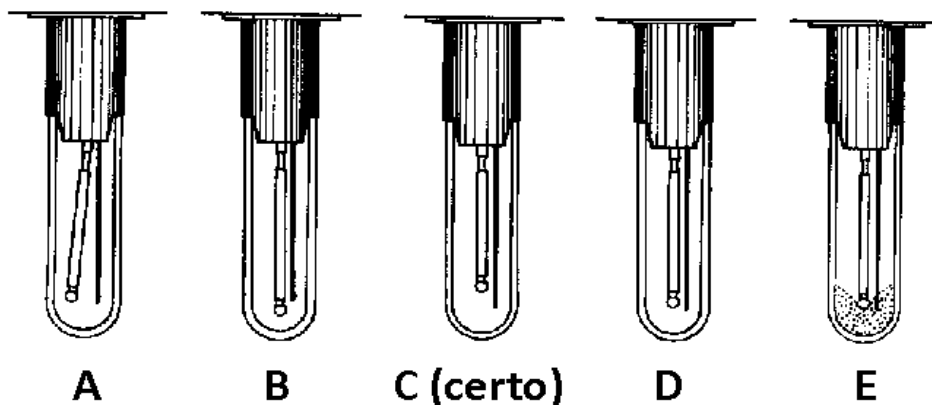

Figura 15: Posições do sensor e do homogeneizador dentro de um tubo de ensaio.
- d. A fim de se obter uma boa análise é preciso que o tubo de ensaio possa se resfriar e que no seu interior tenhamos exatamente 2,5 ml de leite (ou solução padrão) e que tanto o sensor (que irá medir a temperatura) quanto o homogeneizador estejam bem centralizados. Na Figura 15 temos os exemplos A, B e C, onde o sensor está mal centralizado, podendo fornecer resultados distorcidos. No exemplo D temos o caso de sensor e homogeneizador bem centralizados. Na figura E mostramos como a agitação do homogeneizador forma um cone de leite (ou solução) analisado, fazendo com que seja importantíssimo que o tubo de ensaio contenha 2,5 ml de leite para que o sensor fique fora dele. Caso seja necessário, corrija a posição do sensor e do homogeneizador de seu aparelho.